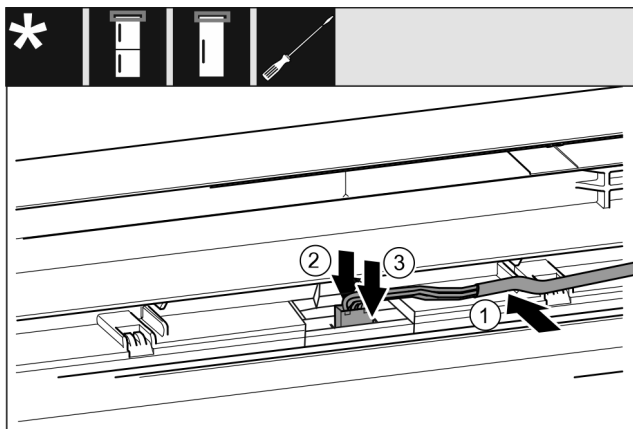

Fig. 39 Combinazioni frigorifero/congelatore / congelatori / refrigeratori
- ▶ Inserire il cavo Fig. 39 (1) nella guida nella porta superiore.
- ▶ Spingere il naso di arresto Fig. 39 (2) all'indietro.
- ▶ Innestare la spina Fig. 39 (3).